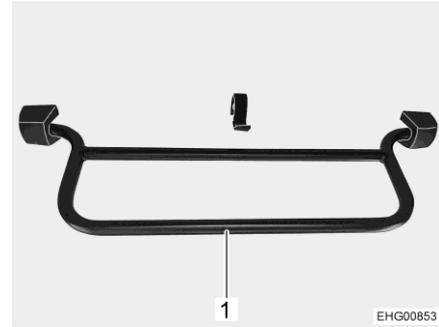

Fig. 36 Staffa, tetto a soffietto posteriore (C 530)
- Tirare verso il basso sulla staffa (Fig. 36,1).